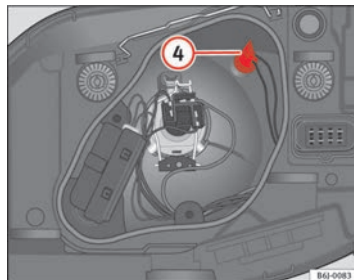

Abb. 145 Standlicht
- Nehmen Sie den Lampenträger **4** ⇒ Seite 237, Abb. 145 heraus.